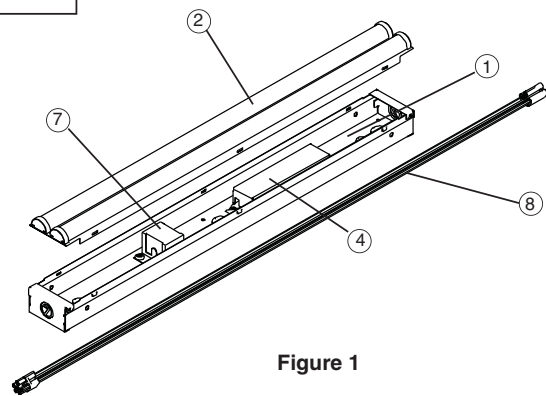

Figure 1
1. Retirer les composantes de l'appareil et tout emballage de pièces. S'assurer que toutes les pièces sont incluses. **Voir la Fig. 1.**
1. Remove fixture components and parts pack(s). Check that all parts are included. **See Fig. 1.**
1. Saque los componentes del luminario y paquete(s) de piezas. Compruebe que todas las piezas estén incluidas. **Vea Fig. 1.**